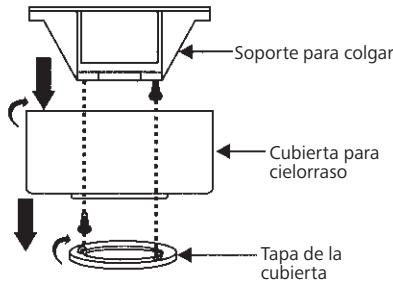

Fig. 5
Paso 1. Retire la tapa inferior de la cubierta decorativa haciéndola girar en sentido antihorario. (Fig. 5)
Paso 2. Retire el soporte de montaje para cielorraso de la cubierta quitando uno de los dos tornillos (que debe guardarse). Afloje media vuelta el otro tornillo. (Fig. 5)